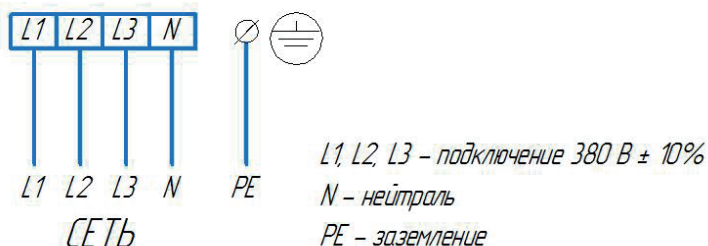

Рис. 4. Схемы подключения электрического котла к трехфазной электросети
Подключение осуществляется к трехфазной (380 +/- 10%) сети согласно схеме подключения, размещенной на оборотной стороне кожуха (см. рисунок 4). Для этого необходимо: (1) снять кожух, выкрутив четыре крепежных винта, (2) завести кабель через штатный гермоввод и осуществить подключение согласно схеме, (3) одеть кожух обратно, закрутить крепежные винты.